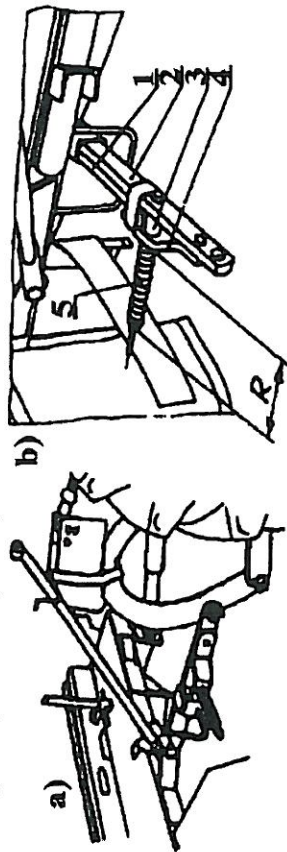
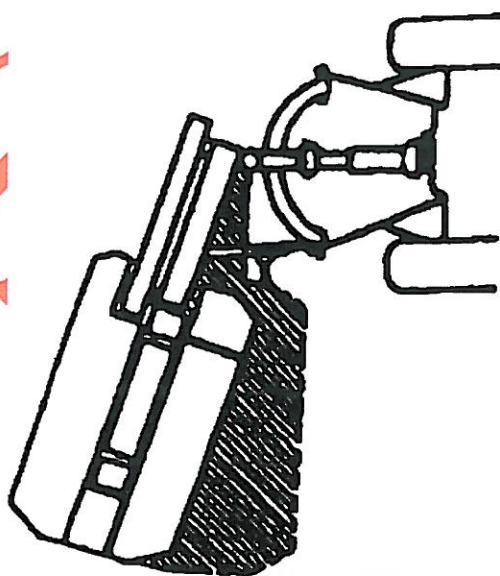

Рис. 5. Предохранитель косилки в положении:
Рис. 6. Отклонение косилки назад после срабатывания предохранителя
- рама навески (7);
- центральная балка (17) вместе с узлом привода;
- главная рама (3);
- барабаны режущего узла (9);
- режущие ножи (10);
- комплект кожухов (кожухи приводного узла (6) и защитного фартука (1);
- предохранитель (Рис. 5).
Предохранитель (Рис. 5) обеспечивает защиту косилки от повреждения при столкновении с препятствием. Изменение момента срабатывания предохранителя производится при помощи прижимной пружины. После срабатывания предохранителя происходит отклонение рабочих углов назад под углом около 20° (Рис. 6). Это даёт оператору время, чтобы остановить трактор и избежать повреждения машины.